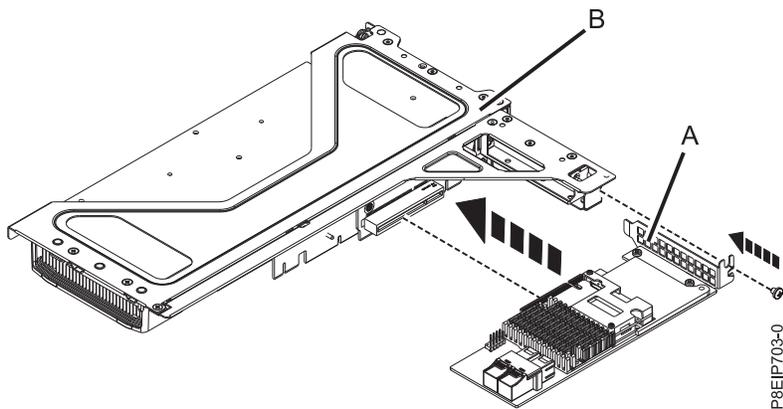

Figura 42. Inserindo um adaptador na posição 3 do riser
- b. Insira o adaptador (A) no riser (B) conforme mostrado na Figura 42, alinhando-o adequadamente e inserindo-o completamente no slot. Prenda o suporte sobre trilhos do adaptador com 1 ou 2 parafusos conforme necessário.